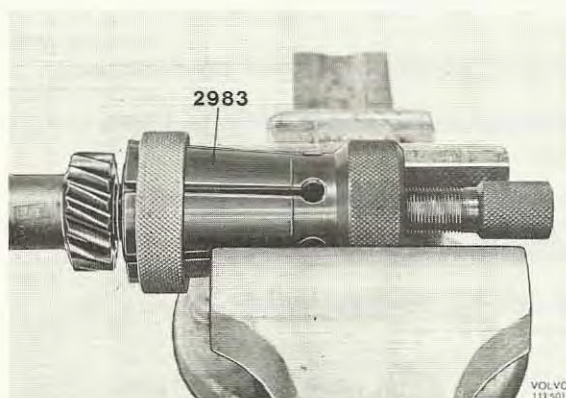
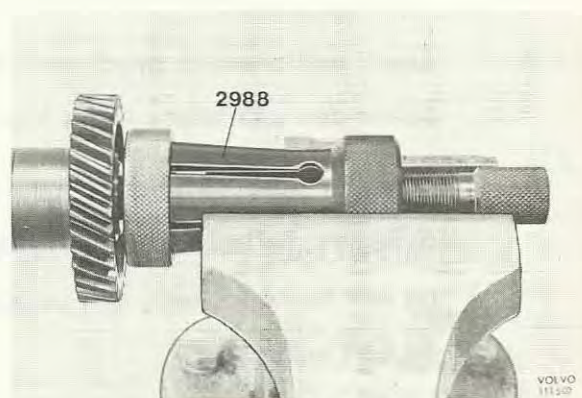

Bild 3. Demontering av bakre innerring
Bild 4. Demontering av främre innerring
8. Innerringarna för mellanaxelns lager dras av med 999 2983 (bild 3) och 999 2988 (bild 4).